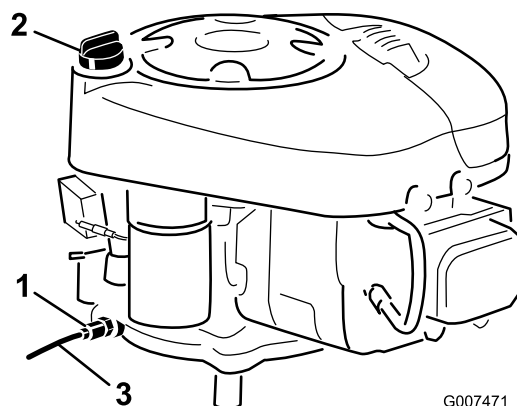

Figura 22
9. Inserite il tubo di spurgo sopra la valvola di spurgo dell'olio (Figura 22).
11. Aprite la valvola di spurgo dell'olio (Figura 22).